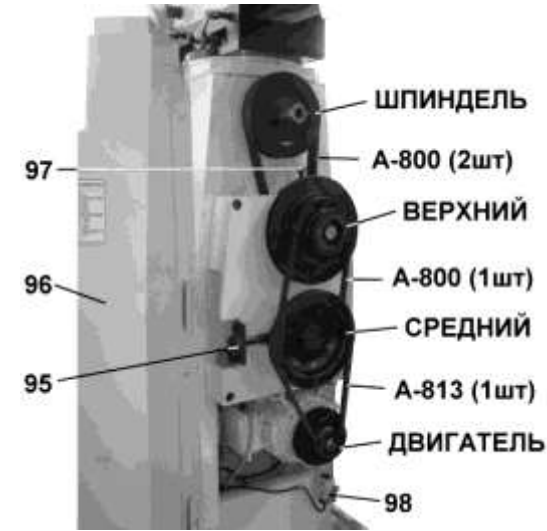

Рис. 30
9.6.24. Как показано на Рис.30 и согласно таблице, Рис.31, переустановите ремни передачи в зависимости от выбранной частоты вращения шпинделя.